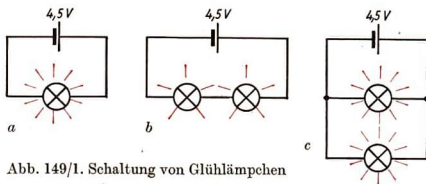

Abb. 149/1. Schaltung von Glühlämpchen
1. Spannung und Stromstärke im verzweigten Stromkreis. Schaltet man an eine Taschenlampenbatterie ein Glühlämpchen an, so leuchtet es mit normaler Helligkeit (Abb. 149/1a).
Schaltet man nun ein zweites Glühlämpchen in den Stromkreis, so leuchten beide nur noch schwach (Abb. 149/1b). Die Ursache liegt darin, daß wegen der Gesetze des unverzweigten Stromkreises jetzt an beiden Lämpchen nur noch die halbe Spannung liegt.
Wie muß nun aber das zweite Lämpchen geschaltet werden, damit es auch mit normaler Helligkeit leuchtet? Man muß erreichen, daß auch das zweite Lämpchen unmittelbar an der Spannungsquelle liegt. Eine solche Schaltungsmöglichkeit zeigt die Abbildung 149/1c. Jetzt leuchten beide Lämpchen mit voller Helligkeit.
In der Abbildung 149/1c sind die Lämpchen *parallelgeschaltet*. Beide Lampen leuchten in diesem Fall mit voller Helligkeit, denn an beiden liegt die volle Spannung der Spannungsquelle. Einen solchen Stromkreis nennt man einen *verzweigten Stromkreis*.